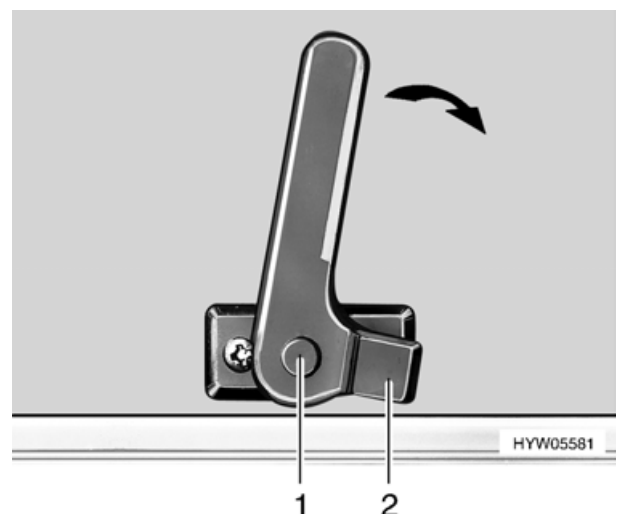

Bild 28 Ausstellfenster, Fenstergriff geöffnet
- Fenstergriff wieder zurückdrehen. Die Gabel am Fenstergriff (Bild 28,2) dabei in die Aussparung am Fensterrahmen einfahren.
Darauf achten, dass der Fenstergriff durch den Sicherungsknopf (Bild 28,1) gesichert ist.